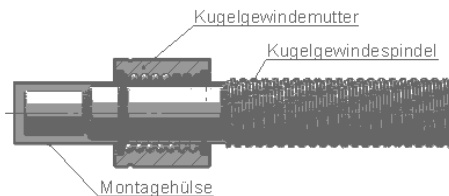

Abb. 2
- Eine der beiden Axialsicherungen der Mutternhülse abnehmen und diese mit der Mutter über das Wellenende schieben. Hülse zentrieren und gegen den Gewindeanfang drücken. (Abb.2)